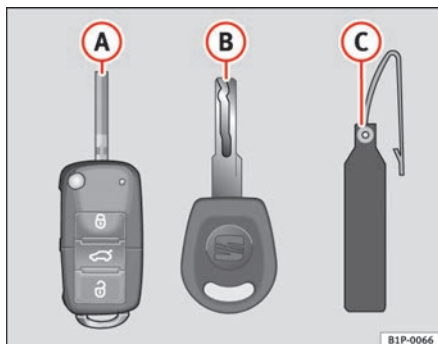

Abb. 63 Schlüsselsatz
- einen Funkschlüssel ⇒ Abb. 63 (A) mit ausklappbarem Schlüsselbart,
- einen Schlüssel ohne Funkbedienung (B),
- einen Kunststoffanhänger (C) mit der Schlüsselnummer.
Nur anhand der Schlüsselnummer auf dem Kunststoffanhänger ⇒ Abb. 63 (B) können Schlüssel nachgemacht werden. Deshalb: